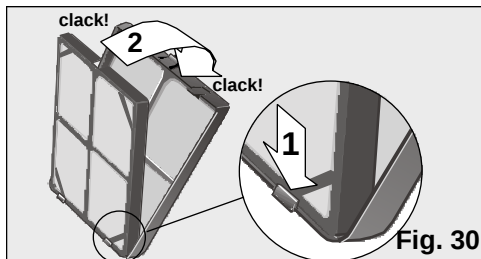

Fig. 30
- ❑ Introducir el filtro purificador + posicionador en el filtro base como se muestra en la Fig. 30, teniendo en cuenta que en primer lugar deberá encajarlo en las patillas inferiores.